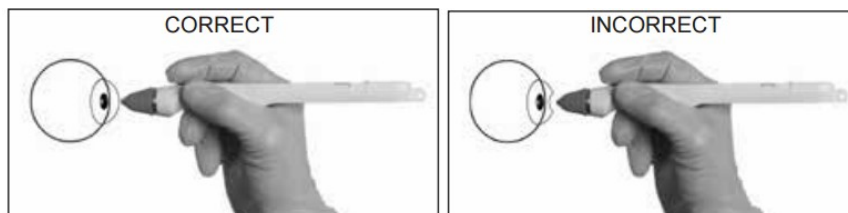

Figura 6 Acondicionamiento corneal
4. La superficie de la córnea sólo necesita ser contactada momentáneamente. Hundir o presionar la cornea mas de la cuenta no es necesario y puede causar lesiones en el ojo. Consulte la Figura 6.
5. Sostenga el VET de Tono-Pen de modo que esté perpendicular a dentro y dentro de ½ Pulgada de la córnea del paciente. Consulte la Figura 6 para obtener la posición correcta.